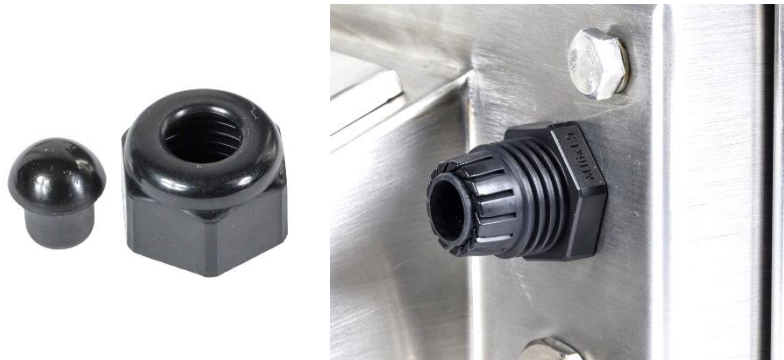

Figura 2-12: Pressacavo
- Prima di collegare i fili, far passare i cavi attraverso un pressacavo di dimensioni appropriate. La Figura 2-12 mostra un pressacavo con il dado di serraggio rimosso.